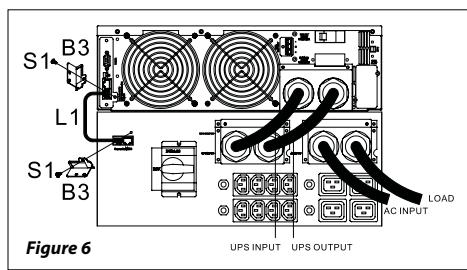

Figure 6
- Après le branchement des câbles d'alimentation au BOX MTBS, effectuer les branchements à l'unité UPS comme indiqué ci-après. Voir Fig. 6.